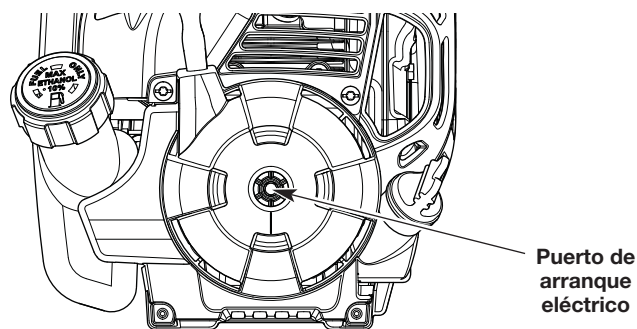

Fig. 12
6. Inserte el accesorio de arranque eléctrico dentro del orificio de arranque eléctrico (Fig. 12). Consulte la sección *Funcionamiento* del manual del operador del accesorio de arranque eléctrico.